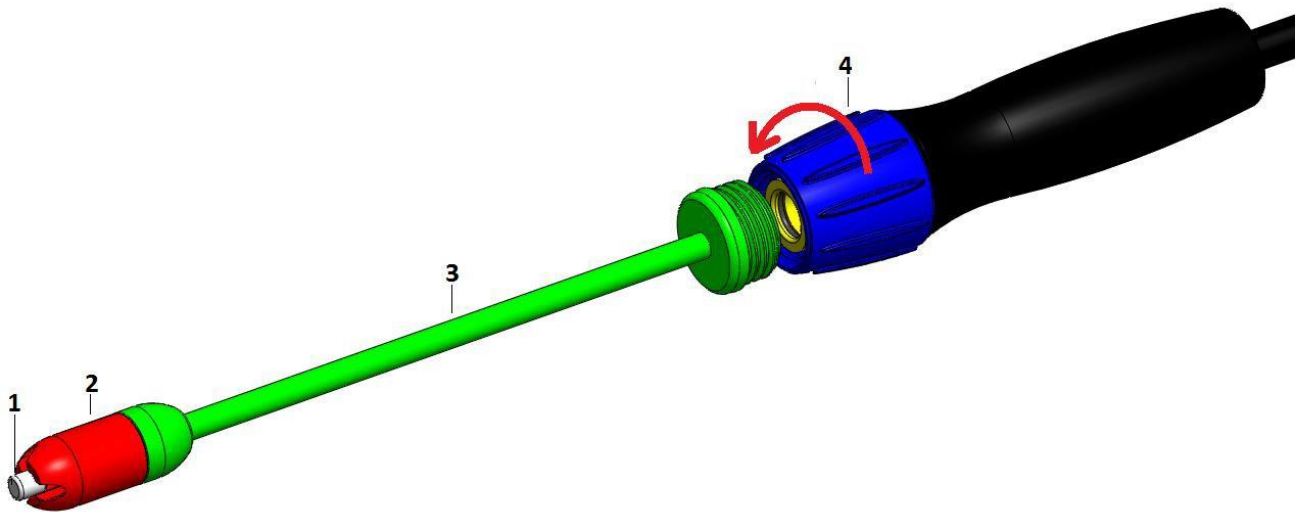

Abbildung 4
3. Drücken Sie senkrecht auf den EventTap bis sich der Aktivator/Druckknopf (Nr. 11, Abbildung 4) bewegt, und so das Ventil geöffnet wird – Abbildung 3B.
Ventil (1+2), Leitung (3) und Griff (4), siehe Abbildung 4. Sowohl der Griff als auch das Ventil bestehen aus mehreren Einzelteilen. Die Teile können folgendermaßen demontiert werden: